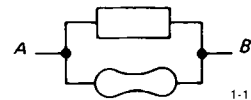

Figure 1.1
2. Des objets connectés en parallèle (figure 1.1) sont soumis à la même tension. Répétons que la somme des *chutes de tension* de A à B par une des voies du circuit est égale à la somme des chutes de tension par n'importe quelle autre voie, elle est égale à la tension entre A et B. Cette propriété peut être exprimée autrement : la somme des chutes de tension dans un circuit fermé est nulle. C'est la loi des tensions de Kirchhoff.